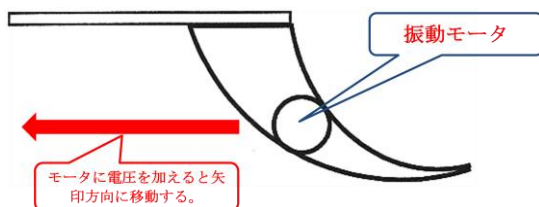
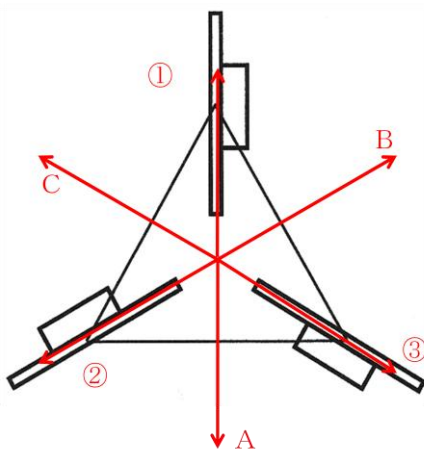

図 1
図 2
ボタンを押してそれぞれに対応した足のモータが動作し、矢印方向に動く。図 1 のように振動モータを振動させることによってこのロボットを動かすことができます。この原理を用いて足を 3 つ製作し、図 2 のように組み立てました。つまり、図 2 で、例えば、①のモータを動かせば A の方向、②のモータを動かせば B の方向、③のモータを動かせば C の方向に動きます。